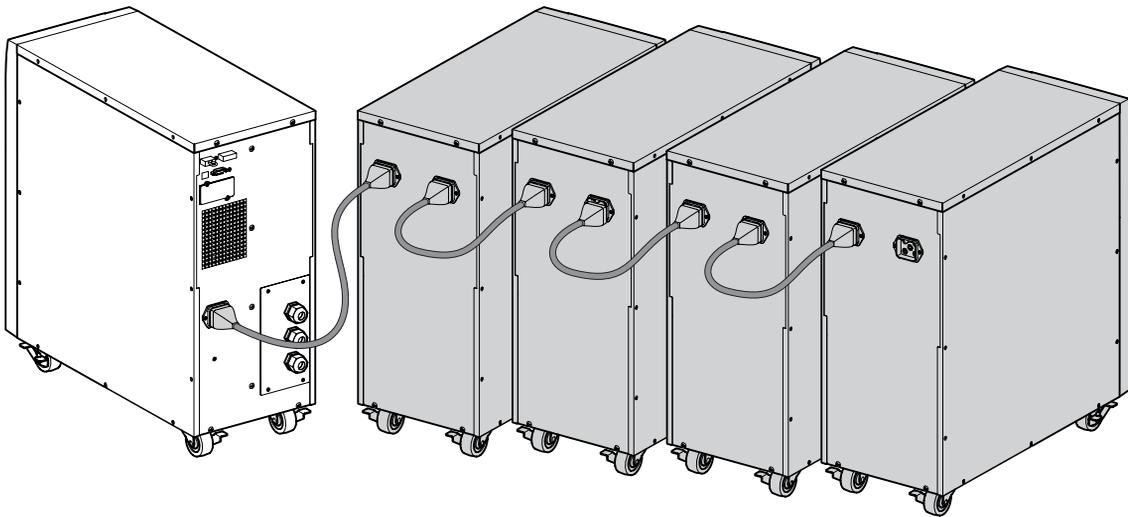

Figura 7. Connessione degli EBM
1. Collegare i cavi EBM ai connettori delle batterie come illustrato nella *Figura 7*. È possibile collegare all'UPS fino a un massimo di quattro EBM.